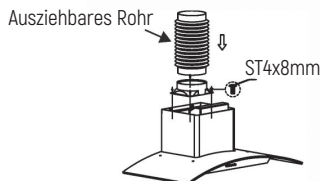

Abb. 2
2. Positionieren Sie den Bügel an einer geeigneten Stelle, sobald die Installationshöhe festgelegt ist, und halten Sie ihn in einer Linie. Der Fixpunkt für die Befestigung des inneren Bügels ist die Stelle, an der sich das Abzugsrohr befindet. Siehe Abb. 2.